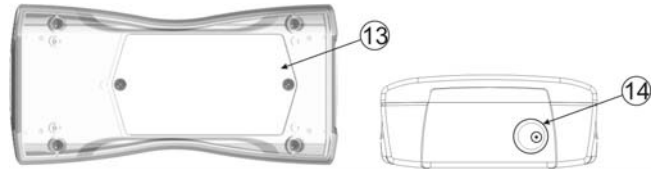

Figura 2: Suporte de Pilhas e carregador.
Para proceder com a troca das baterias, utilize uma chave Philips retirando os parafusos da tampa do compartimento de pilhas, conforme ilustra a figura 2. As baterias utilizadas são do modelo AA, sendo 3 pilhas no total. As baterias fazem parte da composição do transmissor, bastando somente serem carregadas antes de utilizar.
Para carregar as baterias, conectar o plug P4 do carregador ao Jack do transmissor (item 14 figura 2). O tempo de carga é aproximadamente de 10h.